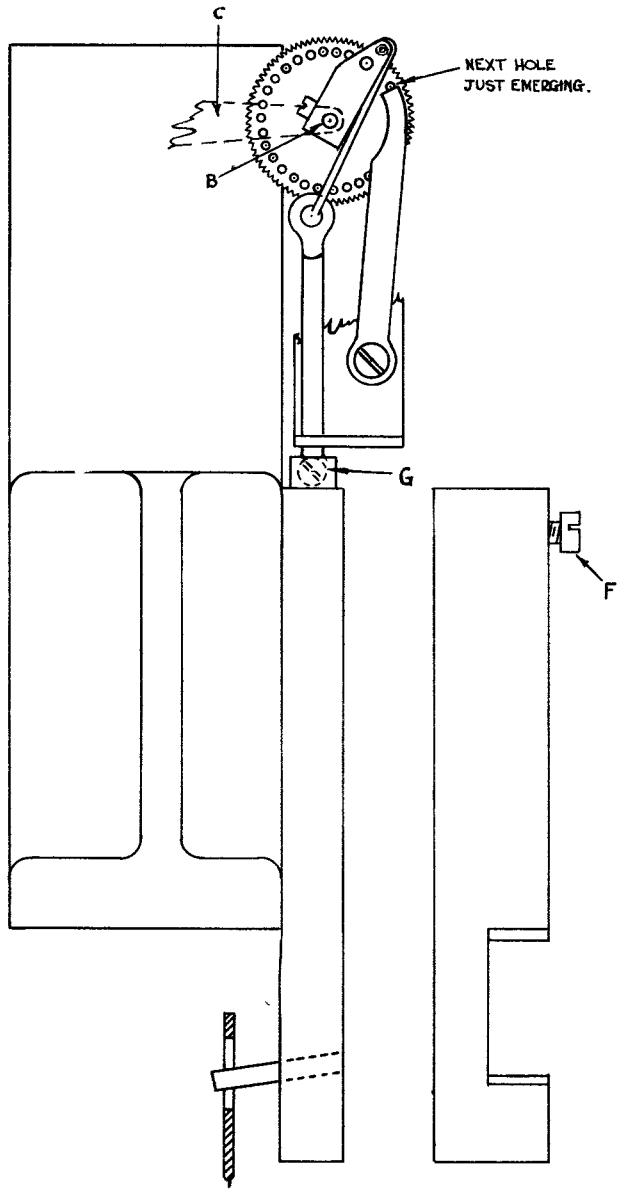

FIG. 21
33. WHEN THE WEIGHT-ARM IS IN ITS HIGHEST POSITION THE PIN SHOULD BE CLEAR OF THE SHROUD & THE NEXT HOLE SHOULD BE JUST EMERGING FROM BEHIND THE SHROUD AS THE MOTOR IS SWITCHED OFF. (FIG 21). WEIGHT-ARM PIN MUST FALL CLEAR OF THE SHROUD AT THE BOTTOM.
34. THE FORCE REQUIRED WHEN APPLIED TO THE END OF THE SPINDLE B (FIG 21) TO TRIP THE STARTER AFTER THE AUTOMATIC STOP HAS FUNCTIONED SHOULD NOT EXCEED 3 oz. WITH SPRING C IN, & 1 oz WITH THE SPRING REMOVED.